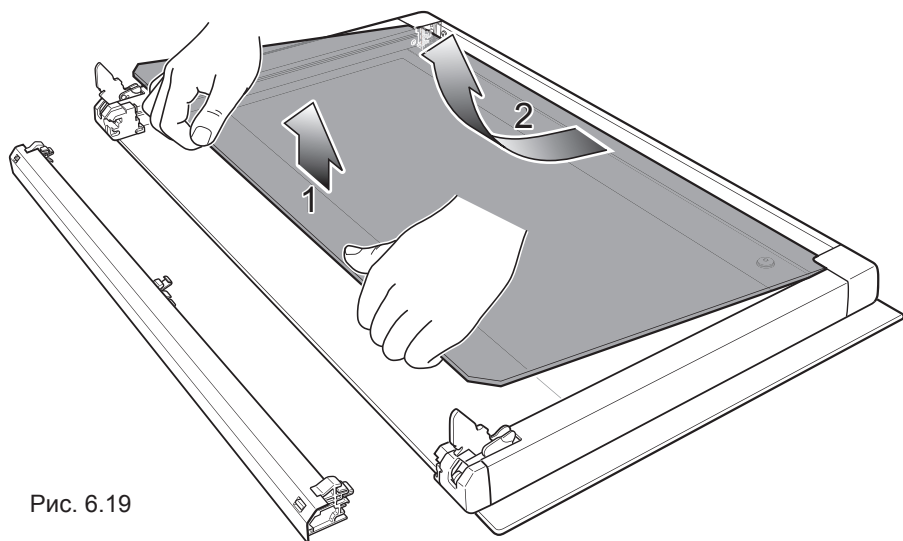

Рис. 6.19
3. Приподнимите и вытащите стекло, как показано на рис. 6.19.